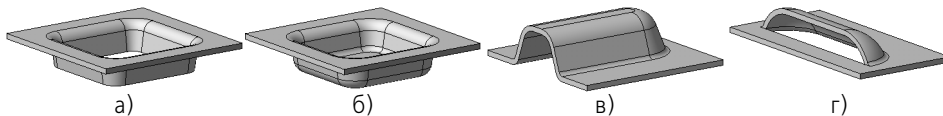

Рис. 101.1. Штамповочные элементы
- ▼ открытая и закрытая штамповка (рис. 101.1, а и 101.1, б),
- ▼ буртик (рис. 101.1, в),
- ▼ жалюзи (рис. 101.1, г).